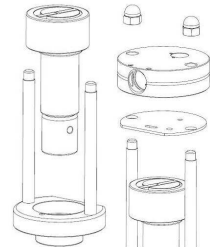

Abb. 22
- Setzen Sie die Pumpe so ein, dass sie auf dem Pumpenflansch aufsitzt. Setzen Sie die Steuerscheibe (Arretierung beachten) und dann den Ventilkopf auf. (Abb. 22)